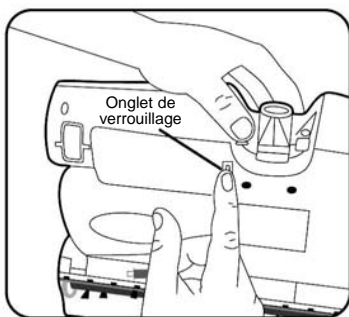

Fig. 16
2. Retournez l'appareil à l'envers. Prenez soin de ne pas mettre l'appareil en marche (fig. 16).